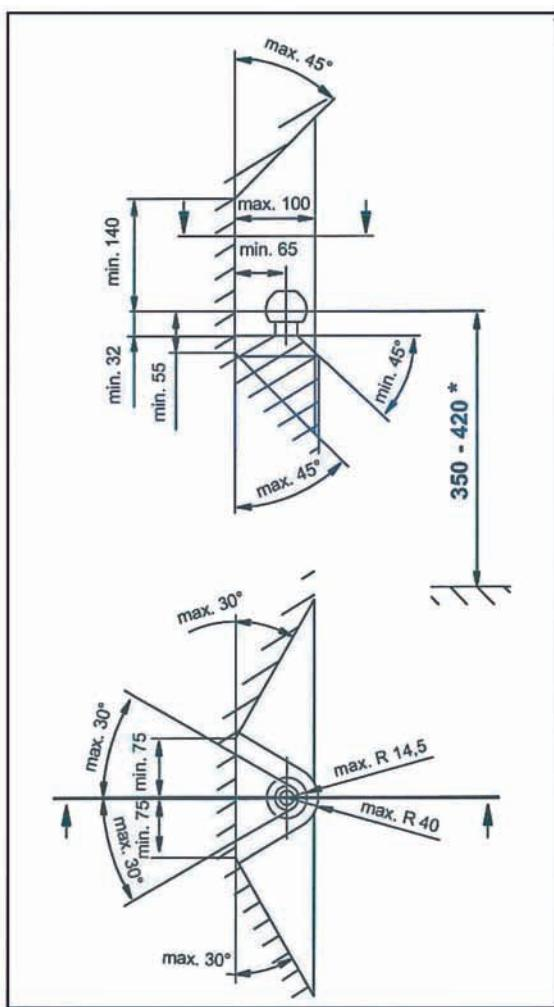

Abbildung 30
- Der Freiraum nach Anhang VII, Abbildung 30 der Richtlinie 94/20/EG ist zu gewährleisten.
Frirummet skal overholdes iht. bilag VII, fig. 30 i direktiv 94/20/EF.
Debe garantizarse el espacio libre, conforme al anexo VII, imagen 30 de la directiva comunitaria 94/20/CE.
De tussenruimte volgens aanhangsel VII, afbeelding 30 van de richtlijn 94/20/EG moet in acht worden genomen.
Zagwarantować swobodną przestrzeń zgodnie z załącznikiem VII, rysunek 30 dyrektywy 94/20/CE.
Glappet enligt bilaga VII, bild 30 i direktiv 94/20/EG ska garanteras.